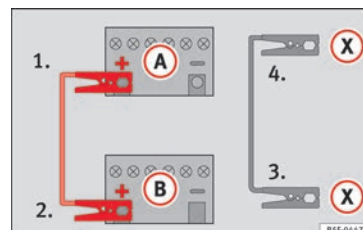

Fig. 90 Esquema de conexión para vehículos con sistema Start-Stop.
- 4b. *En los vehículos con sistema Start-Stop:* emborne un extremo del cable *negro* de emergencia (X) a un terminal de masa adecuado, a una pieza de metal maciza que vaya atornillada al bloque motor o al mismo bloque motor » fig. 90.
5. Emborne el otro extremo del cable *negro* de emergencia (X), en el vehículo con la batería descargada, a una pieza de metal maciza que vaya atornillada al bloque motor o al mismo bloque motor pero lo más alejado posible de la batería (A).